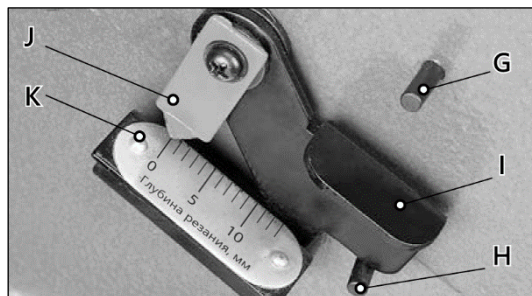

Рисунок 48.
Откалибровать высоту стола подачи можно регулируя указатель J шкалы глубины резания K (рис. 48).
- При помощи шуруповерта, отрегулируйте указатель J шкалы точно на «0» (рис. 48).
Ограничитель глубины I (рис. 48) на шкале К позволяет оператору установить максимальную глубину реза до 1 мм.
Чтобы активировать ограничитель I, установите его как показано на рис. 48. Чтобы деактивировать ручку, поднимите стол на отметку «0», поднимите вверх до упора в штифт G ограничитель I и удерживайте его, опустите стол до требуемой высоты.